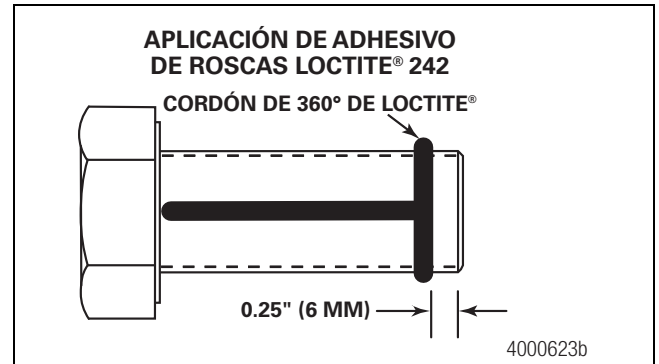

Figura 4.16
13. Aplique un cordón de 0.125 de pulgada (3 mm) de adhesivo de roscas Loctite® 242 alrededor de las roscas de los tornillos prisioneros, a aproximadamente 0.25 de pulgada (6 mm) del extremo. Aplique un cordón de 0.125 de pulgada (3 mm) de adhesivo de roscas Loctite® 242 a lo largo de los hilos. Figura 4.16.